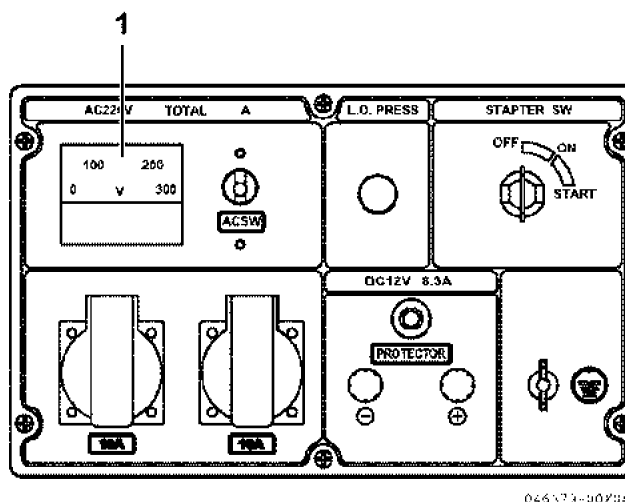

Рисунок 22
1. Запустите двигатель. См. раздел *Запуск генератора*. После запуска двигателя, удостоверьтесь, что вольтметр (Рисунок 22, (1)) показывает напряжение. Если индикации нет, **ОСТАНОВИТЕ** генератор, иначе вольтметр может быть поврежден.